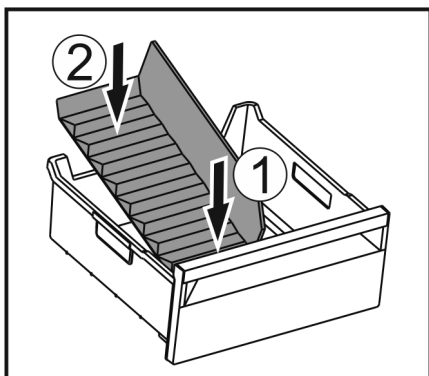

Fig. 212
- Futni brenda pjesën e përparme të ndarësit të sirtarit të akullit. Fig. 212 (1)
- Ulni poshtë pjesën e pasme të ndarësit të sirtarit të akullit deri në bazamentin e sirtarit. Fig. 212 (2)